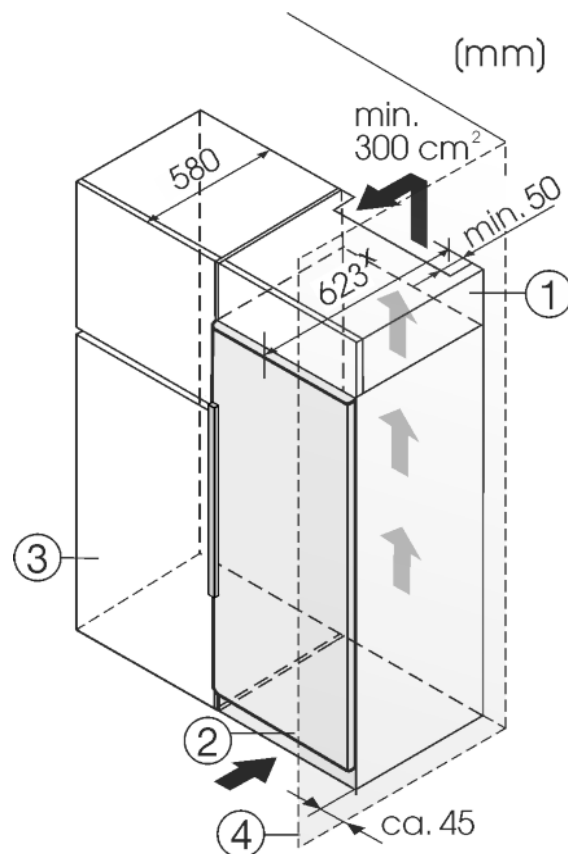

Fig. 8
Das Gerät kann mit Küchenschränken umbaut werden. Um das Gerät Fig. 8 (2) der Küchenzeilenhöhe anzugleichen, kann über dem Gerät ein Aufsatzschrank Fig. 8 (1) angebracht werden.
Wenn das Gerät mit den Scharnieren neben einer Wand Fig. 8 (4) aufgestellt wird, muss der Abstand zwischen Gerät und Wand mindestens 40 mm betragen. Dies entspricht dem Griffüberstand bei geöffneter Tür.